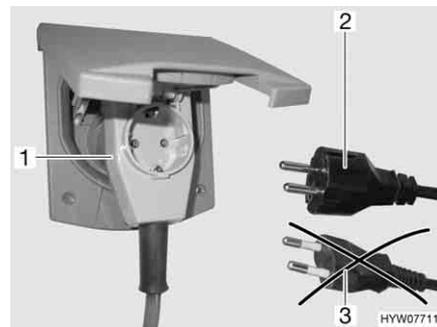

Fig. 69 Collegamento ad un connettore ad angolo provvisto di presa
- ▶ Se si impiega un connettore ad angolo CEE 17 provvisto di una presa integrata sulla parte posteriore (Fig. 69,1), utilizzare esclusivamente una spina IP 44 gommata e sigillata con contatto di terra (Fig. 69,2). Non utilizzare spine senza contatto di terra (Fig. 69,3). Pericolo di scarica elettrica!